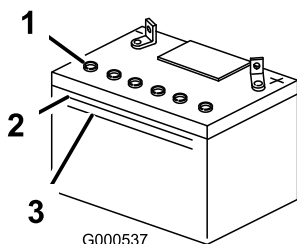

Figura 42
1. Mire hacia el lateral de la batería. El electrolito debe llegar a la línea **superior** (Figura 42). No permita que el electrolito esté por debajo de la línea inferior (Figura 42).
3. Retire los tapones de ventilación de la batería (Figura 42).
4. Vierta lentamente agua destilada en cada célula de la batería hasta que el nivel de electrolito llegue a la línea superior (Figura 42) de la caja de la batería.
5. Espere de cinco a diez minutos después de llenar las células de la batería. Añada agua destilada, si es necesario, hasta que el nivel de electrolito llegue a la línea superior (Figura 42) de la caja de la batería.